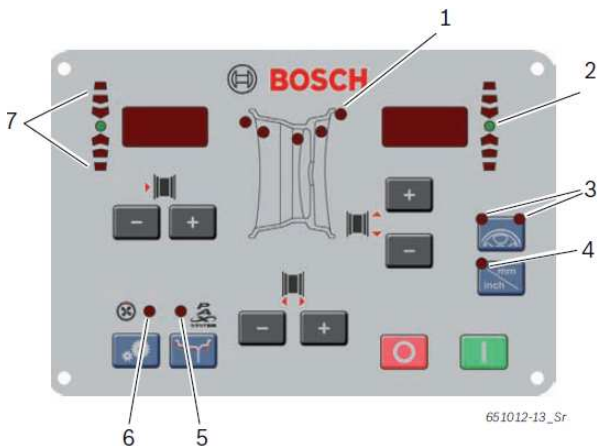

Рис. 5. Светодиоды на панели управления / поле индикации (позиции расшифровываются в нижеследующей таблице).
Благодаря светодиодам (рис. 5, поз. 1) отображаются положения плоскостей балансировки для каждой программы балансировки.
При выбранной программе балансировки **РАХ** дополнительно светится светодиод Рах (рис. 5, поз. 5).
Светодиоды в форме стрелки (рис. 5, поз. 7) указывают, в каком направлении следует поворачивать колесо, чтобы достичь положения «12 часов» для крепления балансировочного грузика.
- ⇒ Как только корректное положение для крепления балансировочного грузика будет достигнуто, загорается светодиод (рис. 5, поз. 2), и звуковой сигнал подтверждает корректное положение.
- ⇒ Загораются оба светодиода кнопки **SPLIT** («РАЗДЕЛЕНИЕ») (рис. 5, поз. 3).
- ⇒ Как только корректное положение для крепления балансировочного грузика будет достигнуто, загорается светодиод (рис. 5, поз. 2), и звуковой сигнал подтверждает корректное положение (за спицей).